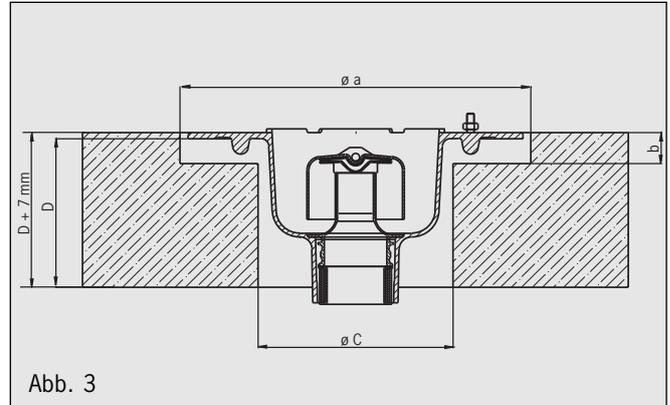

Abb. 3
- Mit einer Kernbohrmaschine Bohrung mit dem Durchmesser **a** in den Beton schneiden, Tiefe **b** (siehe Tabelle 1,2 und Abb. 3)
- Zweite Kernbohrung mit dem Durchmesser **c** erstellen (Abb. 3)